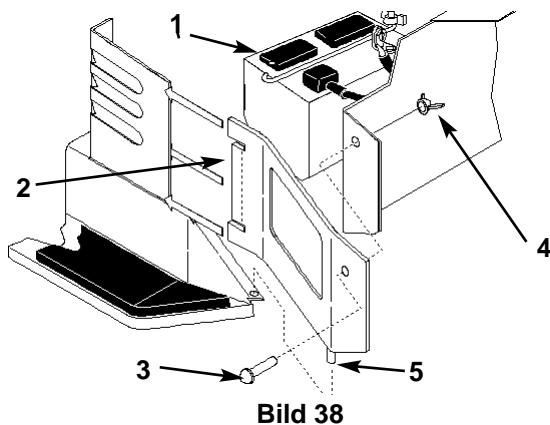

Bild 38
3. Zum Entfernen der Batterie, die Seitenwände abnehmen (Bild 38). Die Flügelmutter und Schrauben entfernen und anheben, bis sie frei vom Stehbolzen sind, dann die Wandlaschen aus dem Lenkgehäuse herausziehen.
7. Die Batterie in das Chassis einführen (Bild 38).
11. Die Seitenwände durch Einschieben der Wandlaschen in das Lenkgehäuse und Einführen des Stifts in den Flansch des Fußbretts montieren. Mit Schrauben und Flügelmuttern absichern (Bild 38).
2. Die Zelldeckel abziehen, um in die Zellen sehen zu können. Der Flüssigkeitsstand muß die Unterseite des Rohrs erreichen (Bild 38). Den Säurestand nicht unter die untere Linie fallen lassen (Bild 38).